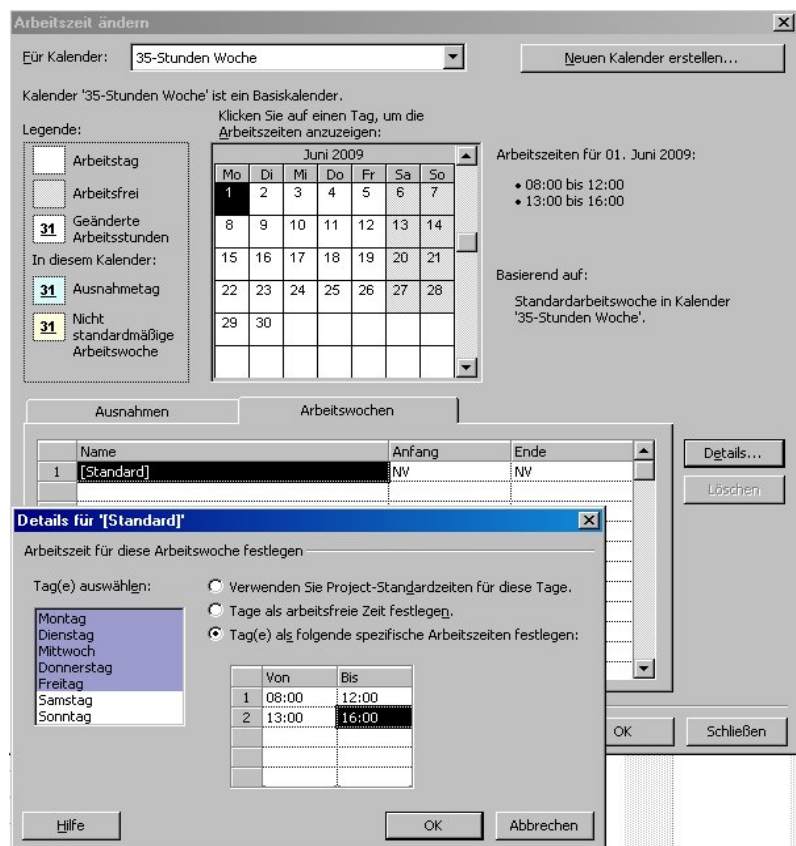

Bild 8: Kalender mit 35-Stunden Woche.
- Generelle Änderungen der Arbeitszeit nehmen Sie im Register "Arbeitswochen" vor, indem Sie dort auf "Details..." klicken, dann einen oder mehrere Wochentage markieren und eine andere Arbeitszeit definieren (Bild 8). Diese geänderte Arbeitszeit gilt grundsätzlich für die gesamte Geltungsdauer des Kalenders (01.01.1984 – 31.12.2049).
Einen neuen Kalender können Sie über die Schaltfläche "Neuen Kalender erstellen..." anlegen. Anschließend geben Sie einen neuen Namen für diesen Kalender ein, z.B. "Bayern" für einen Kalender mit den bayrischen Feiertagen oder wie in Bild 8 dargestellt "35-Stunden Woche". Danach können Sie den neu angelegten Kalender wie oben beschrieben bearbeiten.